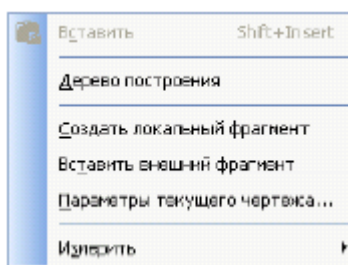

Рис. 2.1. Диалоговое окно *Параметры*
- 1) на рабочем поле чертежа щелкните правой кнопкой мыши и из появившегося меню (рис. 2.1) выберите пункт *Параметры текущего чертежа*;